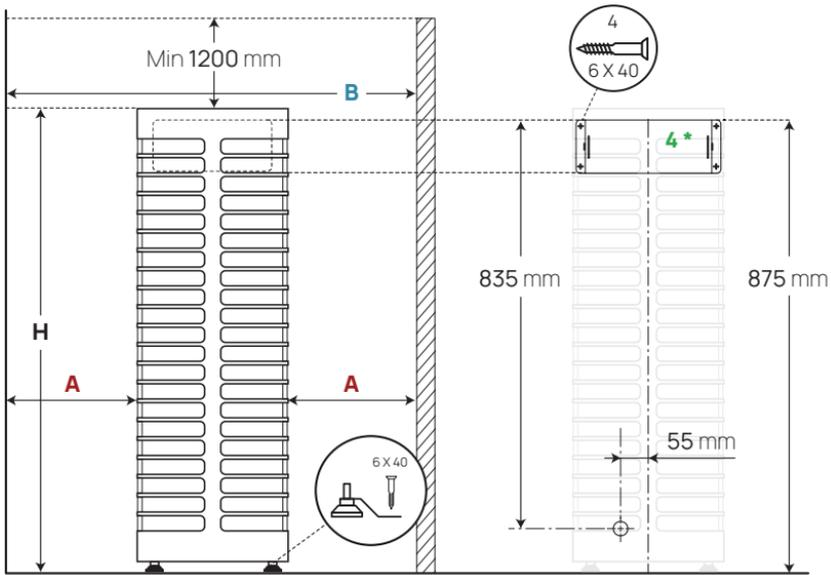

Abbildung 1 Platzierung des Saunaofens
- Überprüfen Sie, ob an der Einbaustelle des Saunaofens die minimalen Sicherheitsabstände eingehalten worden sind? Die minimalen Sicherheitsabstände der Decke der Schwitzstube und der Wände finden sie in der **Tabelle 1** und in der **Abbildung 1**.
- Die **Modelle HUUM STEEL 6, 9 und 11** werden mit den mitgelieferten Halterungen am Boden befestigt. Montieren Sie die Halterung wie in der Abbildung 1 gezeigt am Fuß des Saunaofens und befestigen Sie sie es mit einer für Ihren Fußboden entsprechenden Schraube (zu empfehlen mindestens 6 x 40 mm).
- Der **HUUM STEEL Mini 4** Saunaofen ist an die Wand des Saunaraumes mit Hilfe der in der Verpackung mitgelieferten Wandmontageplatte befestigt. Siehe **Abbildung 1**.